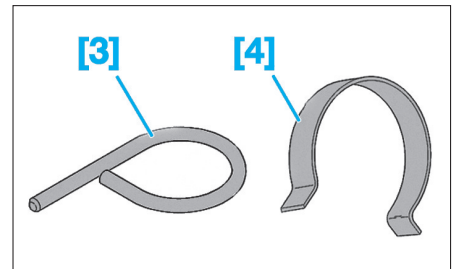

Fig. 7
- [3]. Goupille galet tendeur dynamique (réf : 0153-AL) (Fig.7),